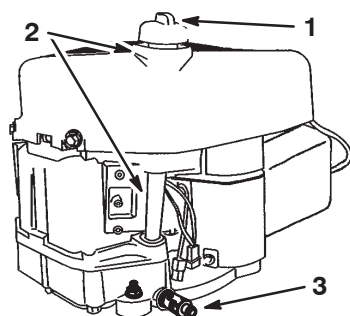

Figure 18
2. Nettoyez la surface autour de la jauge d'huile (Fig. 18) pour éviter que des impuretés ne s'introduisent dans le goulot de remplissage, ce qui risquerait d'endommager le moteur.
10. Nettoyez la surface autour du bouchon de jauge d'huile et dévissez le bouchon (Fig. 18).
11. Versez lentement environ 80% de la quantité d'huile spécifiée dans le goulot de remplissage (Fig. 18) (voir Changement de l'huile moteur et du filtre, page 21).